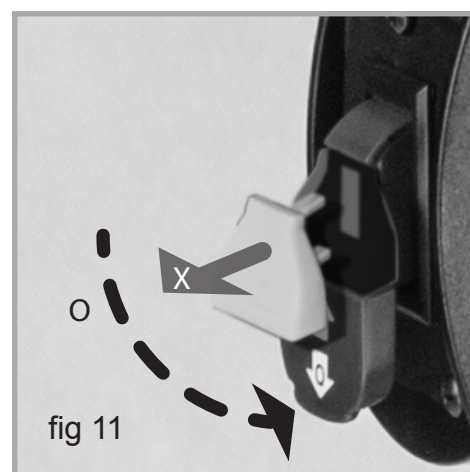

fig 11
4. Pour verrouiller l'interrupteur en position Arrêt (OFF) (O), retirer la clé de sécurité X, (figure 11) sur de l'interrupteur. Rangez-la dans un endroit sûr.